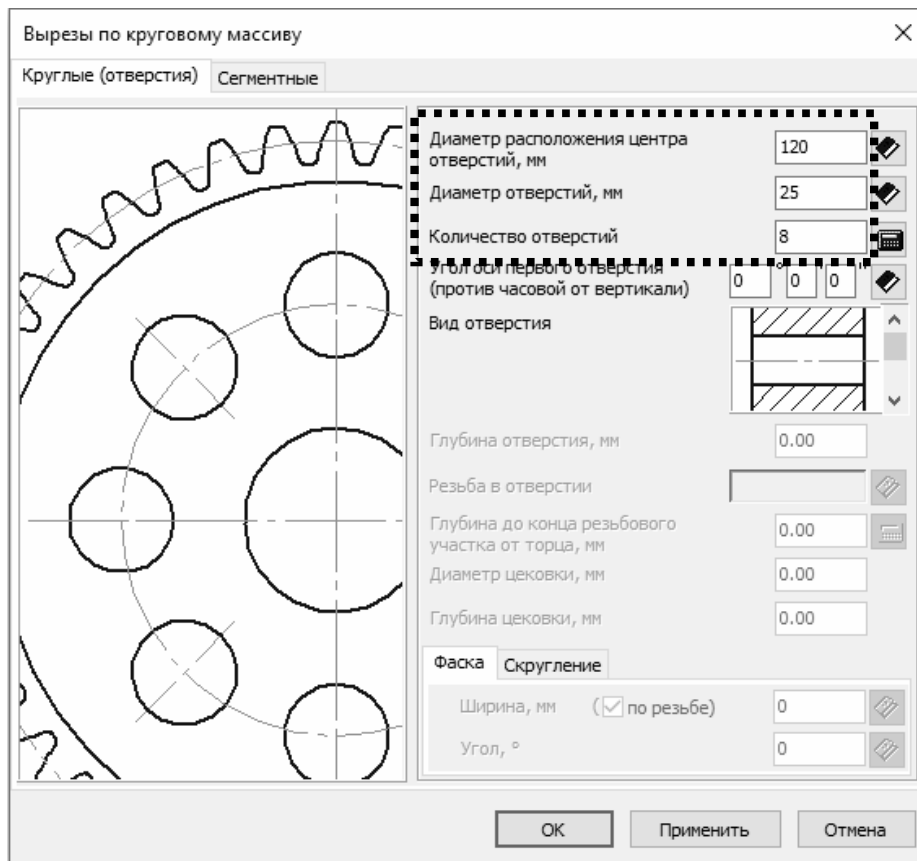

Рис. 14.16. Параметры кольцевых отверстий
8.2. Введите следующие параметры (рис. 14.16):